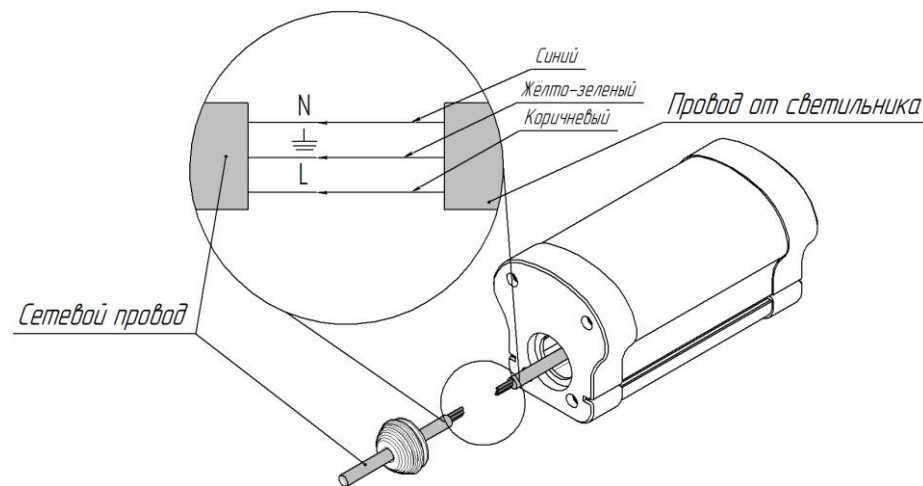

Рис. 5
- 2.4.2 Продеть сетевой провод в отверстие (диаметр сетевого провода должен быть не менее 6 мм). Произвести коммутацию проводов (Рис. 5). Просунуть коммутированную часть вовнутрь светильника через отверстие (диаметр отверстия 20 мм), вставить заглушку.